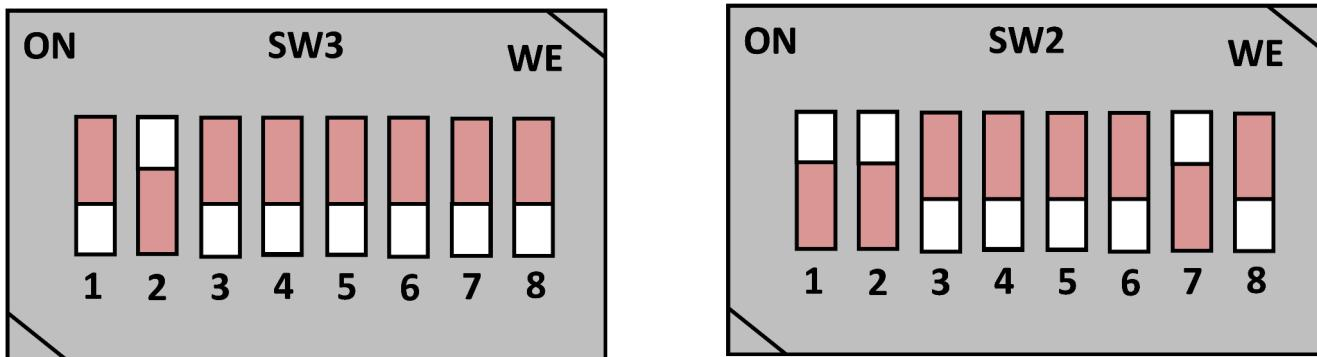

图 2-9. 示例引导模式 (SD 引导)
- 将 SKEVM 引导开关选择器 (SW2、SW3) 置于所选的引导模式。图 2-9 显示了 SD 卡的一个引导模式示例。